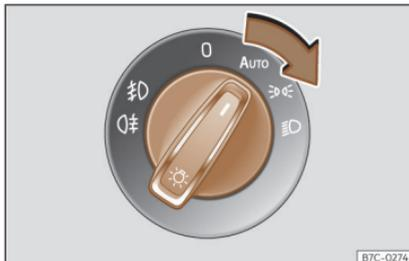

Fig. 87 Planche de bord : commande des feux.
- Tournez l'interrupteur dans la position désirée » fig. 87.